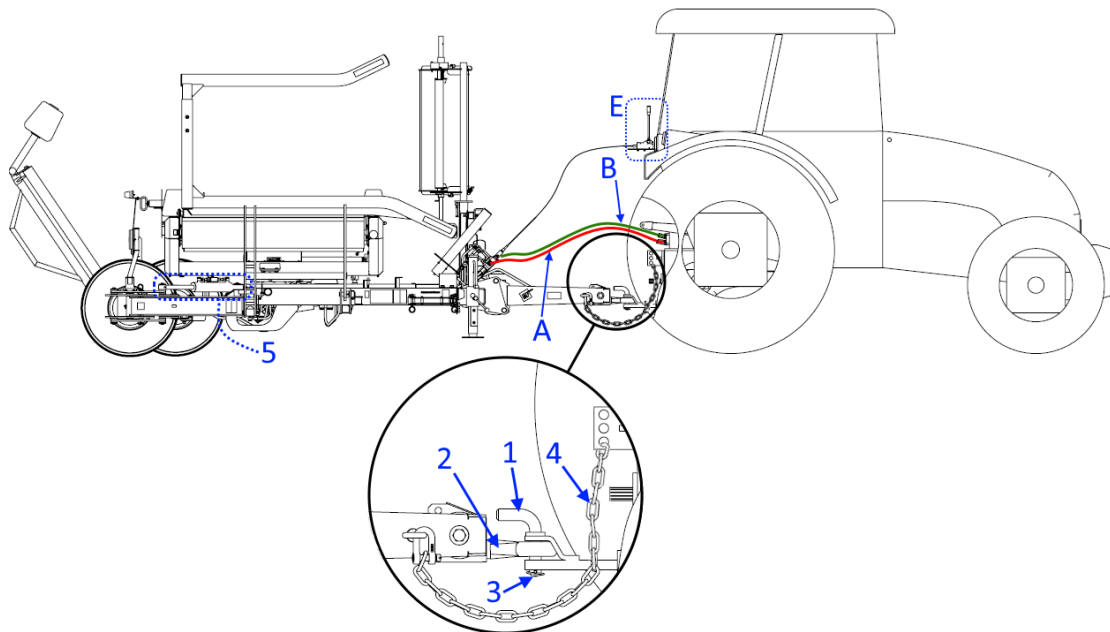

Figure 9. Schéma de raccordement de la barre d'attelage et de l'entraînement de l'enrubanneuse
- Retirer l'anneau de timon de l'attelage de transport du tracteur. Détacher la chaîne supplémentaire reliant l'attelage au tracteur (**fig. 9 – 4**).